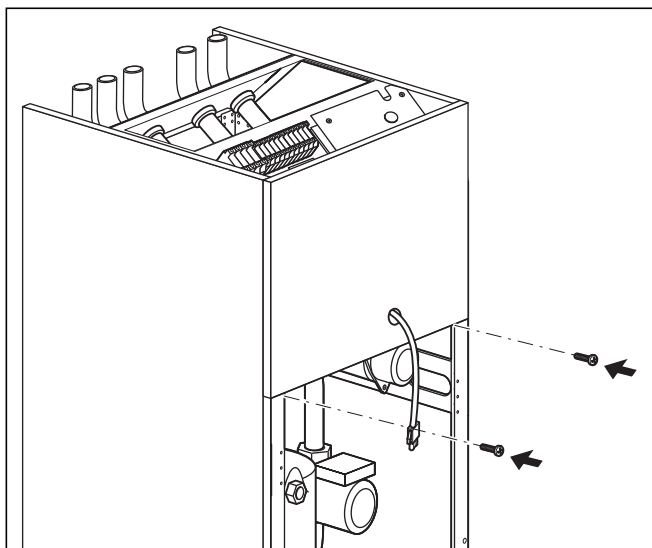

Рис. 6.3 Монтаж переднего верхнего листа облицовки
- Привинтите лист облицовки к корпусу двумя болтами, как показано на рис. 6.3.